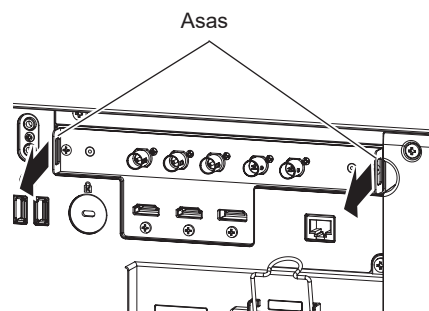

Figura 1
1) Extraiga la tarjeta de función. (Figura 1)